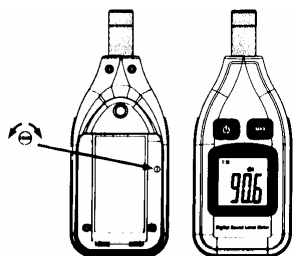

Рисунок 1
3. Включите шумомер и установите с помощью потенциометра, расположенного в отсеке батареи шумомера, согласно калибратору нужное показание уровня на ЖК-дисплее (94.0 дБ, см. рисунок 1).